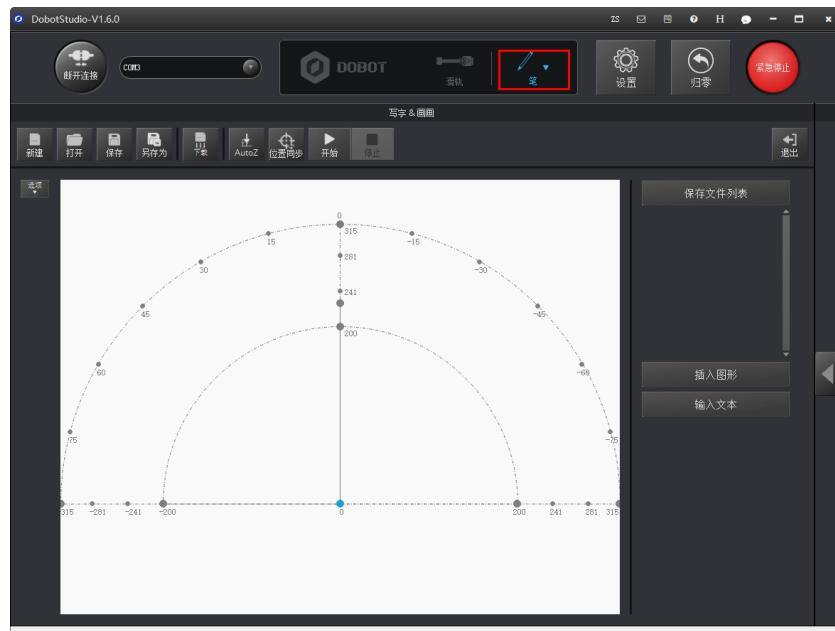

图 5.42 选择笔
**步骤 4** 在DobotStudio界面选择“笔”。如图 5.42所示。